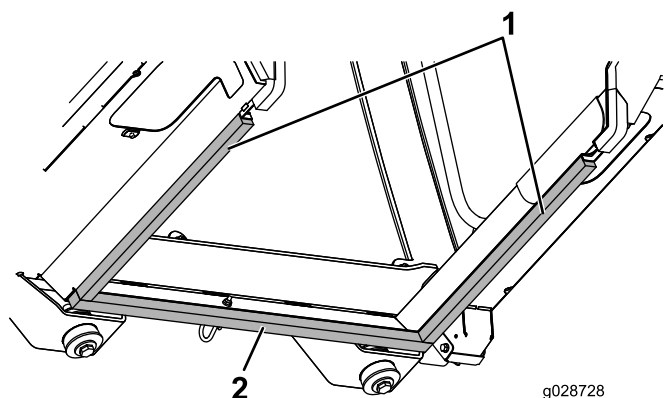

Figura 61
6. Centre la pieza de espuma delantera en el panel central (Figura 61).
7. Presione los bordes delanteros de las piezas de espuma delanteras laterales sobre la pieza de espuma delantera y alinee los bordes interiores de las piezas de espuma con los bordes interiores de los paneles sellantes del bastidor de la cabina (Figura 61).